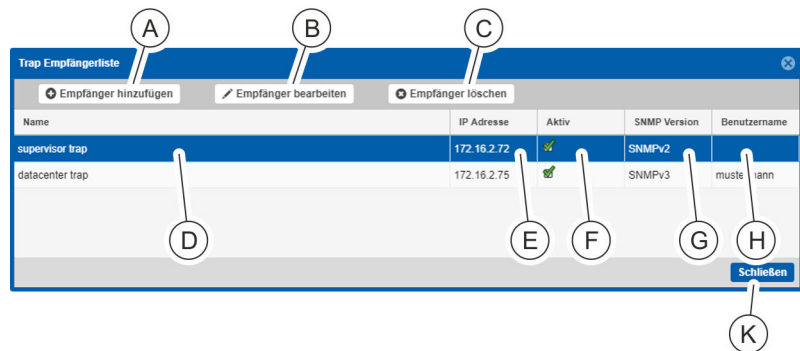

Abb. 140: Fenster "Trap Empfängerliste"
⇒ Es öffnet sich das Fenster "Trap Empfängerliste" (Abb. 140).
- (A) Schaltfläche „Empfänger hinzufügen“ zum Hinzufügen eines Trap-Empfängers
- (B) Schaltfläche „Empfänger bearbeiten“ zum Modifizieren eines Trap-Empfängers
- (C) Schaltfläche „Empfänger löschen“ zum Löschen eines Trap-Empfängers
- (D) Spalte „Name“ mit der Benennung des Trap-Empfängers
- (E) Spalte „IP Adresse“ mit der IP-Adresse des Trap-Empfängers
- (F) Spalte „Aktiv“ mit der Anzeige, ob der Trap-Empfänger (in-)aktiv ist.
- (G) Spalte „SNMP Version“ mit der Anzeige der SNMP-Version des Trap-Empfängers
- (H) Spalte „Benutzername“ mit der Anzeige des Benutzernamens
- (K) Schaltfläche „Schließen“ zum Schließen des Fensters
3. ➤ Über die Schaltfläche „Empfänger hinzufügen“ (Abb. 140/A) Trap-Empfänger einrichten.
Es können Trap-Empfänger mit dem SNMPv1/SNMPv2-Protokoll bzw. Trap-Empfänger mit dem SNMPv3-Protokoll konfiguriert werden (Abb. 140).
4. ➤ Nach der Einrichtung der Trap-Empfänger das Fenster über die Schaltfläche „Schließen“ verlassen (Abb. 140/K).